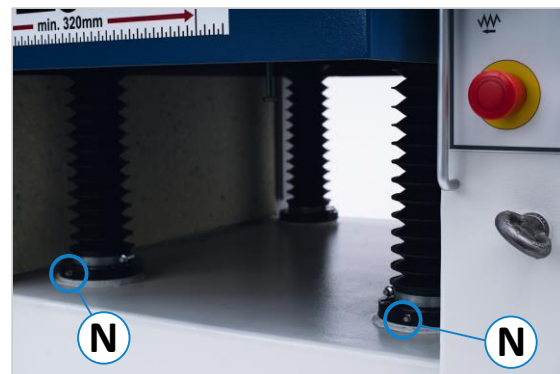

Figure 57 : manchon de graissage broche de réglage
- Faites remonter une fois par mois la table de rabotage et graissez les 4 broches de réglage (N) avec respectivement 2 pressions de graisse (⇒ Figure 57).